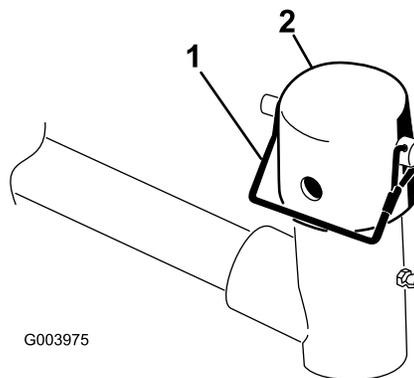

Figura 7
6. Retire o pino de sujeição da forquilha da articulação do braço de elevação. Em seguida, retire a tampa (Figura 7).
- Prenda a tampa e o veio da estrutura de suporte à forquilha do braço de elevação com o pino de encaixe (Figura 7).